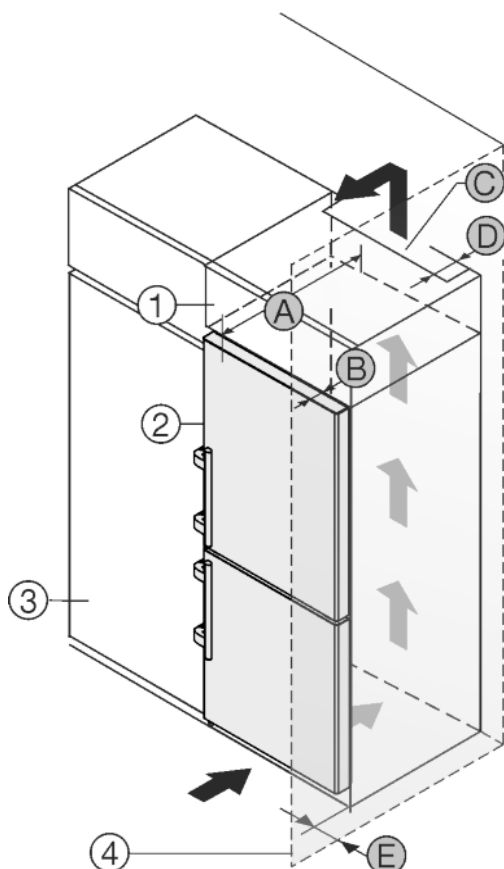

Fig. 13
Skåpet kan byggas in med köksskåpen. För att anpassa skåpet Fig. 13 (2) till höjden på köksskåpen kan ett överskåp Fig. 13 (1) monteras.
Skåpet kan placeras direkt intill köksskåpet Fig. 13 (3). För att öppna dörrarna helt måste skåpet skjutas ut med djupet Fig. 13 (B) i förhållande till köksskåpets front. Beroende på köksskåpens djup och användningen av väggdistanshållare kan skåpet skjutas ut ännu mer.
- På överskåpets baksida ska det finnas ett ventilationschakt med djupet Fig. 13 (D) längs hela överskåpets bredd.
- Under innertaket måste ventilationsarean Fig. 13 (C) observeras.
Om skåpet placeras med gångjärnen vid en vägg Fig. 13 (4) ska avståndet Fig. 13 (E) mellan skåpet och väggen observeras. Detta motsvarar handtagsavståndet med öppen dörr.